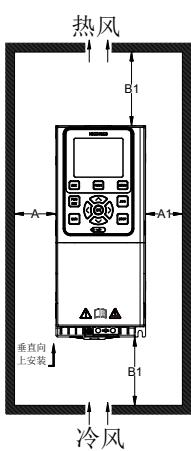

图2-19 C2~C8机型安装图
- 2) 安装空间遵照图2-19、2-21所示,保证变频器的散热空间。但布置时请考虑柜内其它器件的散热情况;